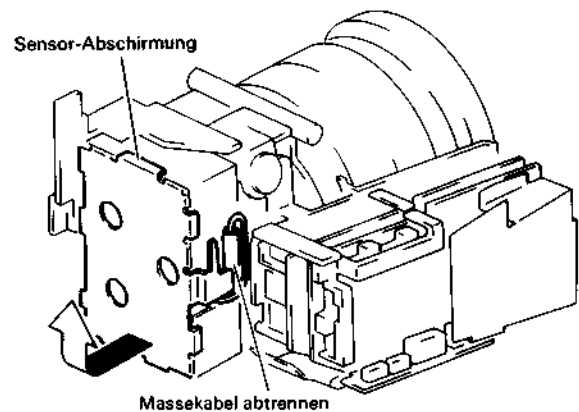

Abb. 2.34 Ausbau der Sensor-Leiterplatte
5. Das Massekabel abtrennen und die Sensor-Abschirmung in Pfeilrichtung entfernen (siehe Abb. 2.34).